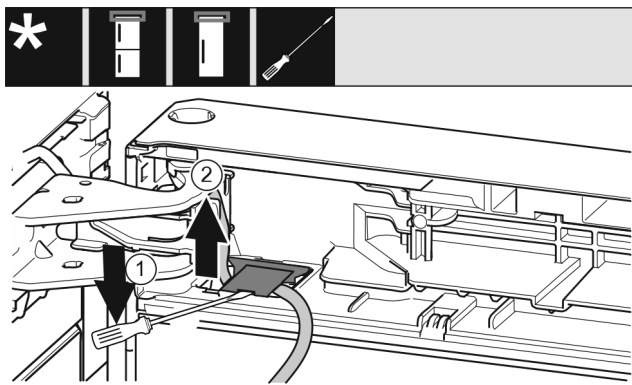

Fig. 21
- ▶ Mit dem Schlitzschraubendreher die Abdeckung anheben und herausziehen. Fig. 21 (1)
- ▶ Das Kabel herausziehen. Fig. 21 (2)